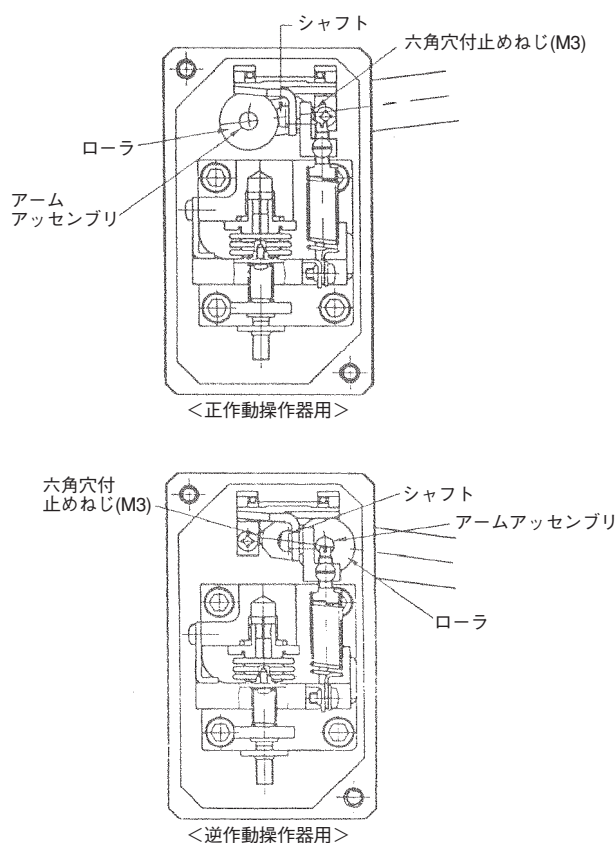

図3-1 ローラの位置
- 【5】 正作動はアームアッセンブリのローラが図3-1から見た方向でシャフトに対して向かって左に、逆作動はアームアッセンブリのローラがシャフトに対して向かって右となるように六角穴付止めねじ（M3 ねじ）で固定します。